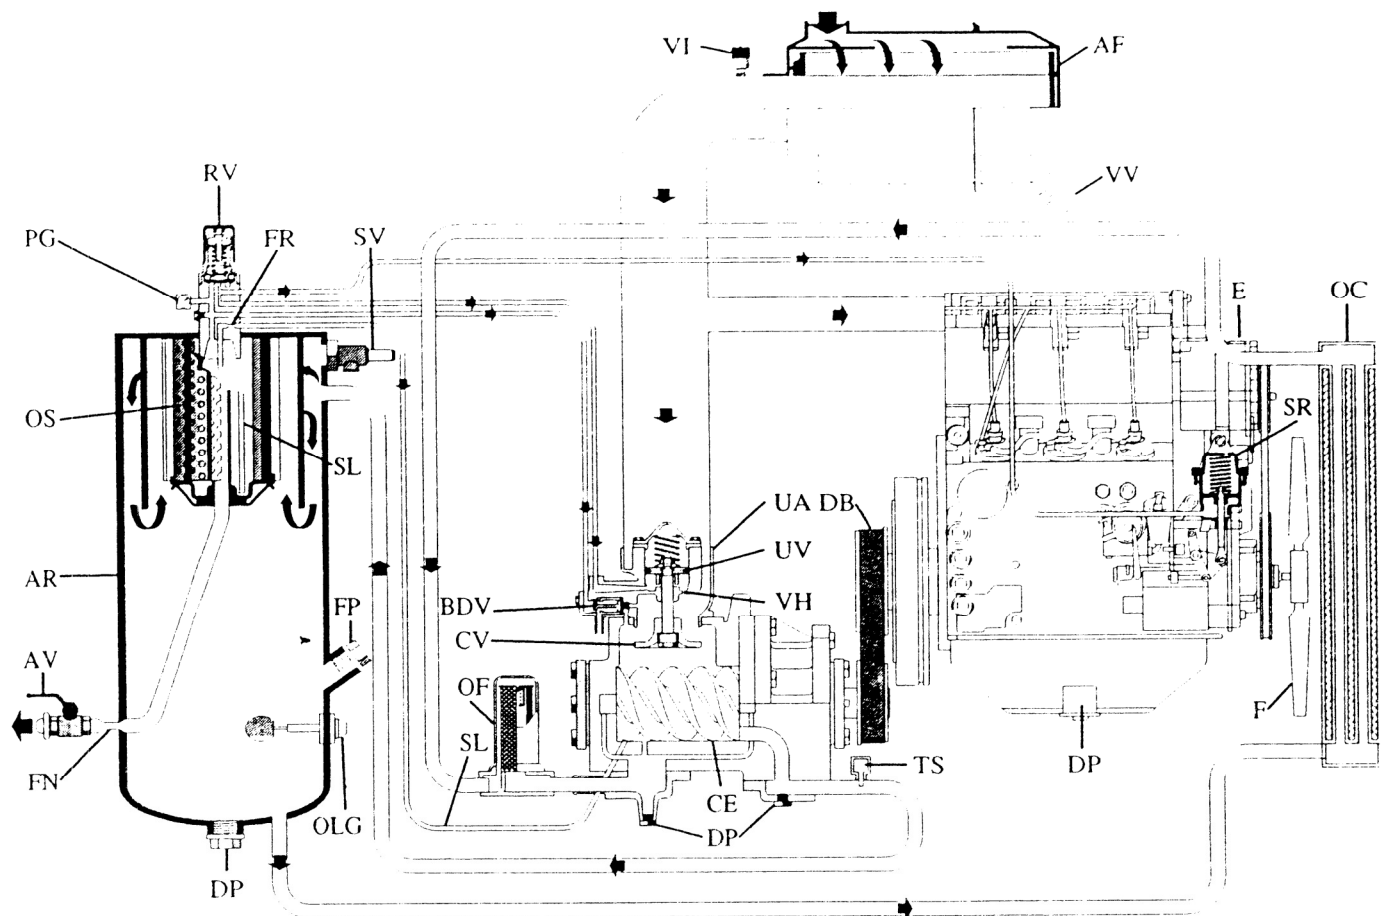

Fig. 2.3
2.5 FLUJO DE AIRE (VER FIG. 2.3)
(VER FIG. 2.3)